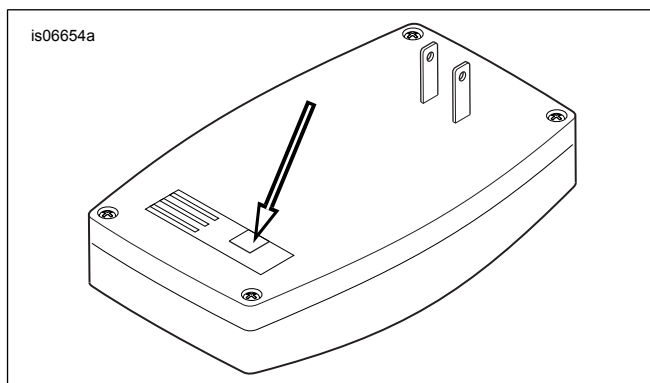

Figure 2. Récepteur d'ouverture de porte de garage, vue arrière
7. Consultez Figure 2 . Branchez le connecteur sur les câbles du récepteur d'ouverture de porte de garage Harley-Davidson à l'arrière du récepteur à l'emplacement indiqué.